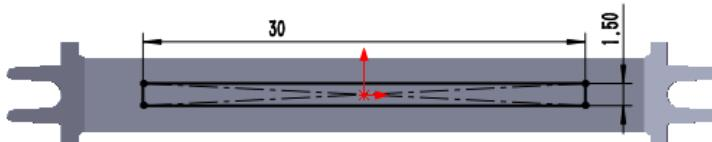

图 15.2.22 横断面草图
② 定义横断面草图。在草图环境中绘制图 15.2.22 所示的横断面草图。
(3) 定义切除深度属性。在“切除—拉伸”对话框 **方向 1** 区域的 **下拉列表** 中选择 **给定深度** 选项，选中 **与厚度相等(L)** 复选框与 **正交切除(N)** 复选框。其他选择默认设置值。
(4) 单击  按钮，完成切除—拉伸 1 的创建。